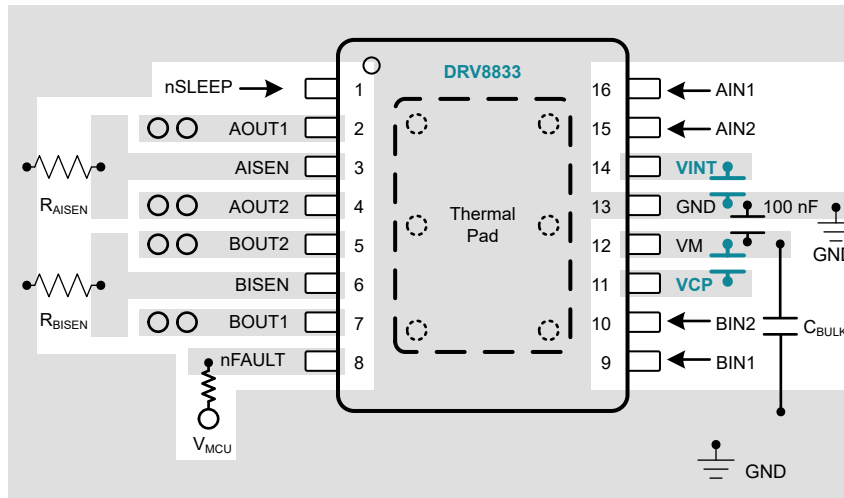
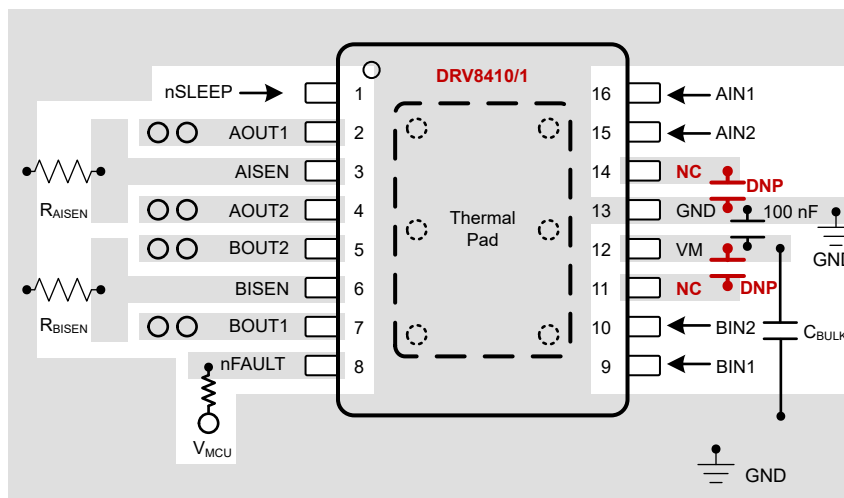

图 10-21. DRV8833 布局示例
图 10-22. DRV8410/1 封装尺寸兼容布局示例
- DRV841xPWP 使用的封装尺寸可以与采用 HTSSOP 封装的 DRV8833 和 DRV8833C 相同，如图 10-21 和图 10-22 所示。